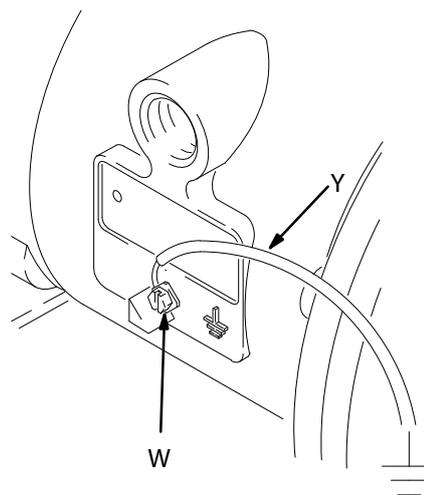

Fig. 1
Polipropileno e PVDF não **são** condutores. Ligar o fio terra ao terminal de aterramento liga à terra apenas o motor de ar. Quando bombear líquidos inflamáveis condutores, aterre **sempre** todo o sistema de líquidos assegurando que o líquido tem um caminho elétrico a uma ligação verdadeira à terra. Ver Fig. 1.
- **Bomba:** Ligue um fio terra e fixe-o como mostrado na Fig. 1. Afrouxe o parafuso de ligação à terra (W). Insira uma extremidade de 12 ga (1.5 mm^2) no mínimo de fio terra (Y) atrás do parafuso de ligação à terra e aperte o parafuso de segurança. Ligar a outra extremidade do fio de ligação à terra a uma verdadeira ligação à terra. Encomendar Peça N.º 237569 Fio Terra e Grampo.